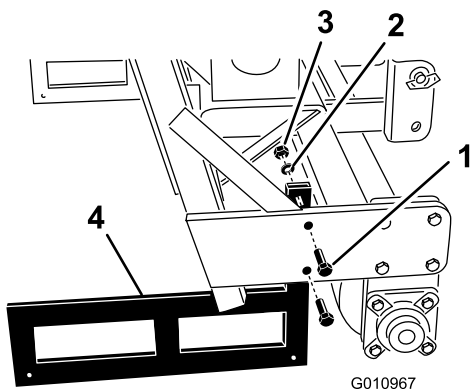

Figura 35
2. Rimuovete i bulloni, le rondelle di bloccaggio e i dadi che fissano i supporti di rimessaggio sulle estremità dell'arieggiatore (Figura 35).